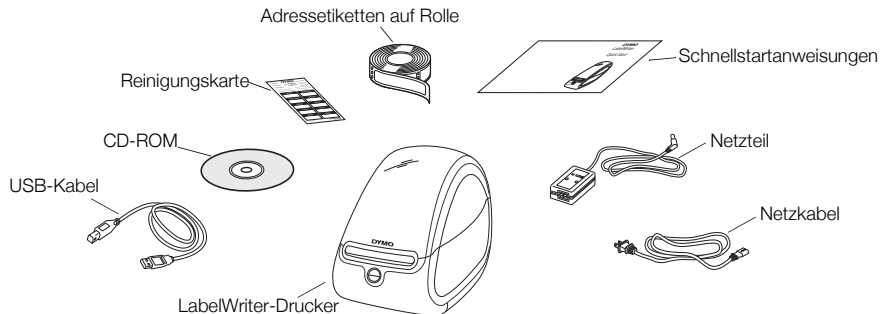

Abbildung 1
- 2 Überprüfen Sie, ob alle in Abbildung 1 dargestellten Teile vorhanden sind. (Die in der Packung enthaltenen Etiketten können variieren.)